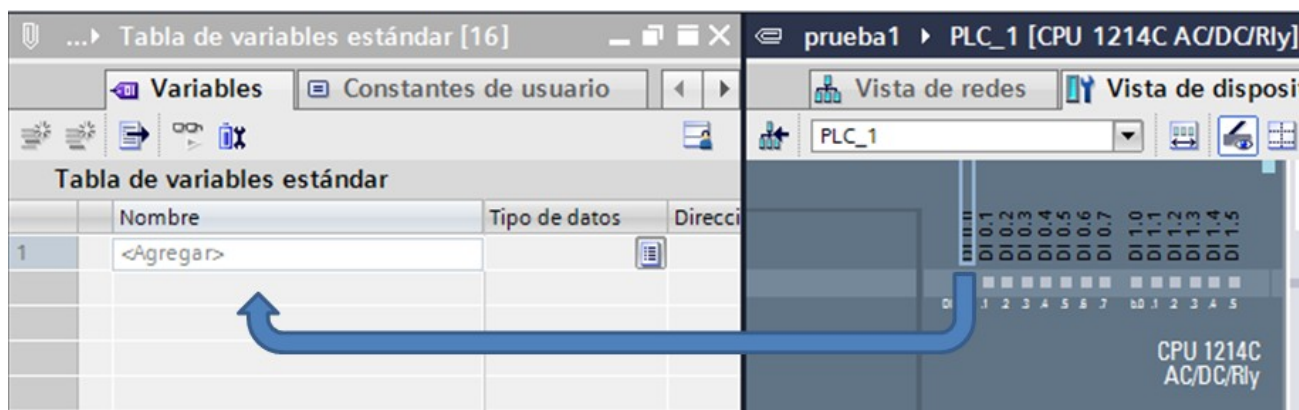

Figura 10. Agregar variables.
8. Ajuste el zoom de la “Vista de dispositivos” para poder ver bien las entradas y salidas del PLC, se recomienda un 250%, de clic en la entrada **IO.0** y sin soltar el mouse arrástrela hasta “tabla de variables”(Ver Figura 10).